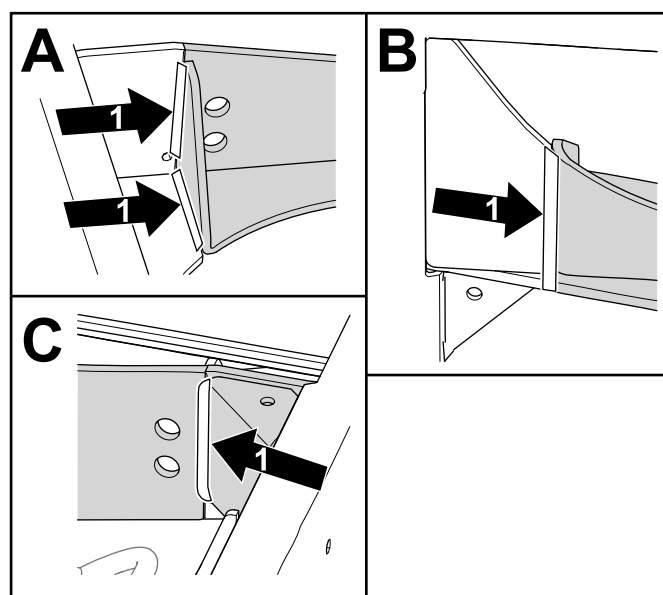

Figura 15
1. Saldate il supporto dell'assale al telaio nelle aree mostrate nella Figura 15. Ripetete l'operazione sull'altro lato.